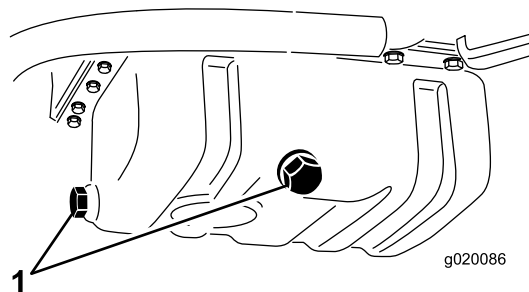

図 51
2. どちらかのドレンプラグ (図 51) を外してオイルを容器に受ける。オイルが抜けたらプラグを元通りに取り付ける。